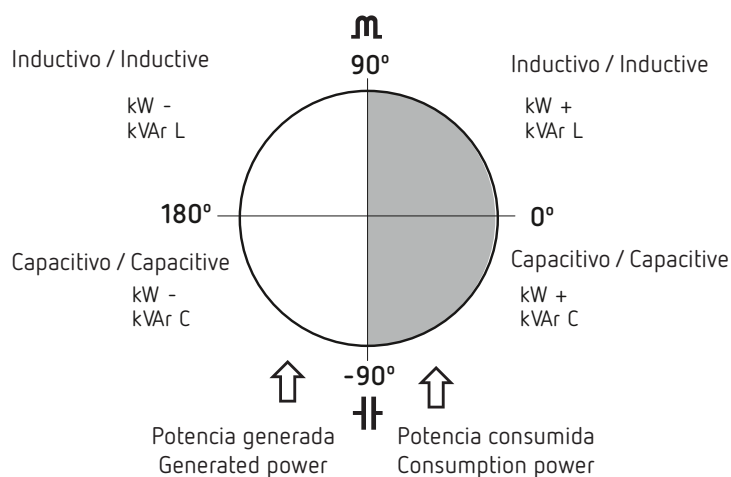

Figura 5: Signos en las medidas de 4 cuadrantes.
- **Control en cuatro cuadrantes** (ver **Figura 5**), con indicación de los escalones conectados, indicación de $\cos \varphi$, signo de la potencia y signo de la potencia reactiva (inductivo o capacitivo).